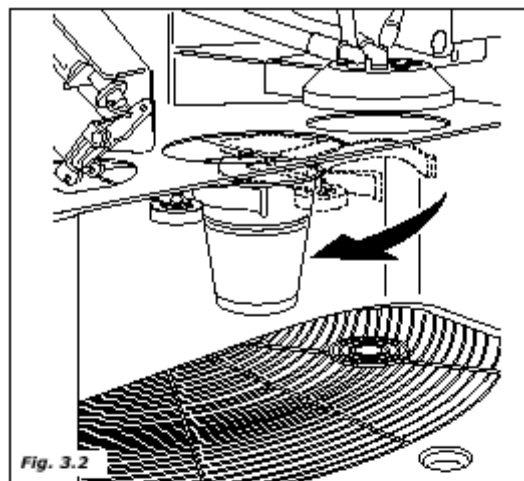

Fig. 3.2
- устройство перемещения чашки передвигается из положения ожидания в положение «раздаточное устройство для чашек» (рис. 3.2)